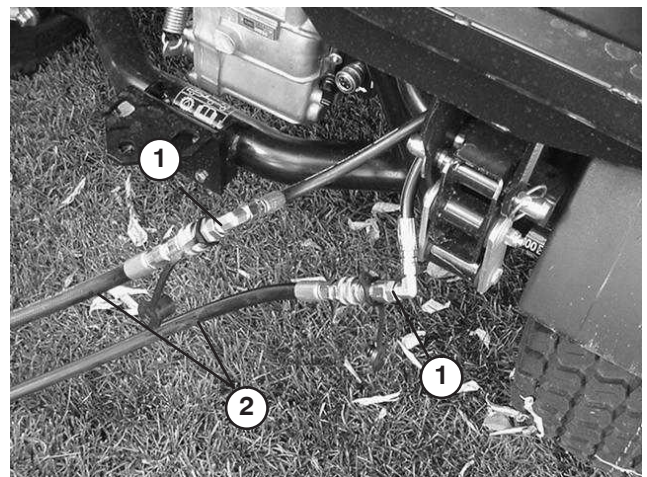

Figure 70
- Sur le véhicule en panne, raccordez les deux flexibles de secours aux flexibles débranchés (Fig. 70). Obtenez les deux raccords inutilisés.